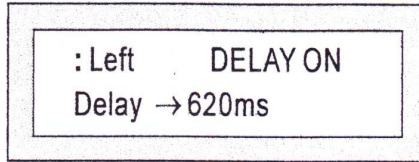

рис. 1
1. ЖК-монитор по умолчанию открывает показ как рис. 1. В верхней области дисплея показывает, что Оставленный канал будет приспособлен, и функция задержки идет. Ниже, время задержки показано. Нажмите «->» «+» кнопки непосредственно, чтобы установить время задержки.